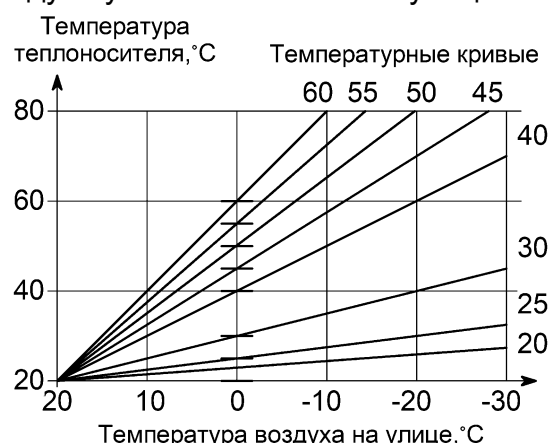

Рисунок 9. Зависимость температуры теплоносителя от температуры воздуха на улице
10.4 «УЛИЧНЫЙ» – режим поддержания температуры теплоносителя в зависимости от температуры воздуха на улице по одной из погодозависимых кривых (см. рис. 9). Датчик температуры воздуха устанавливается на улице.
Для изменения заводской настройки нужно в соответствии с рис. 9 выбрать ту кривую, при которой в помещении станет комфортно. Если в помещении холодно - следует выбрать кривую с большим номиналом, если жарко - с меньшим. Чем больше величина теплотеря здания, тем выше номер